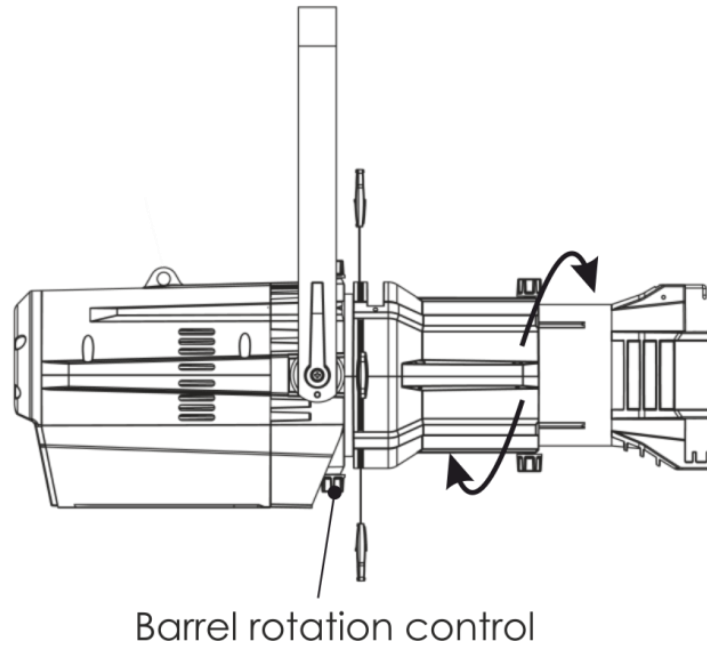

Fig. 08
- 01) Afloje el control de rotación del barril (barrel rotation control). Lo encontrará directamente detrás de los obturadores en la parte inferior del recinto del reflector (Fig. 08). **No quite el control de rotación del barril.**